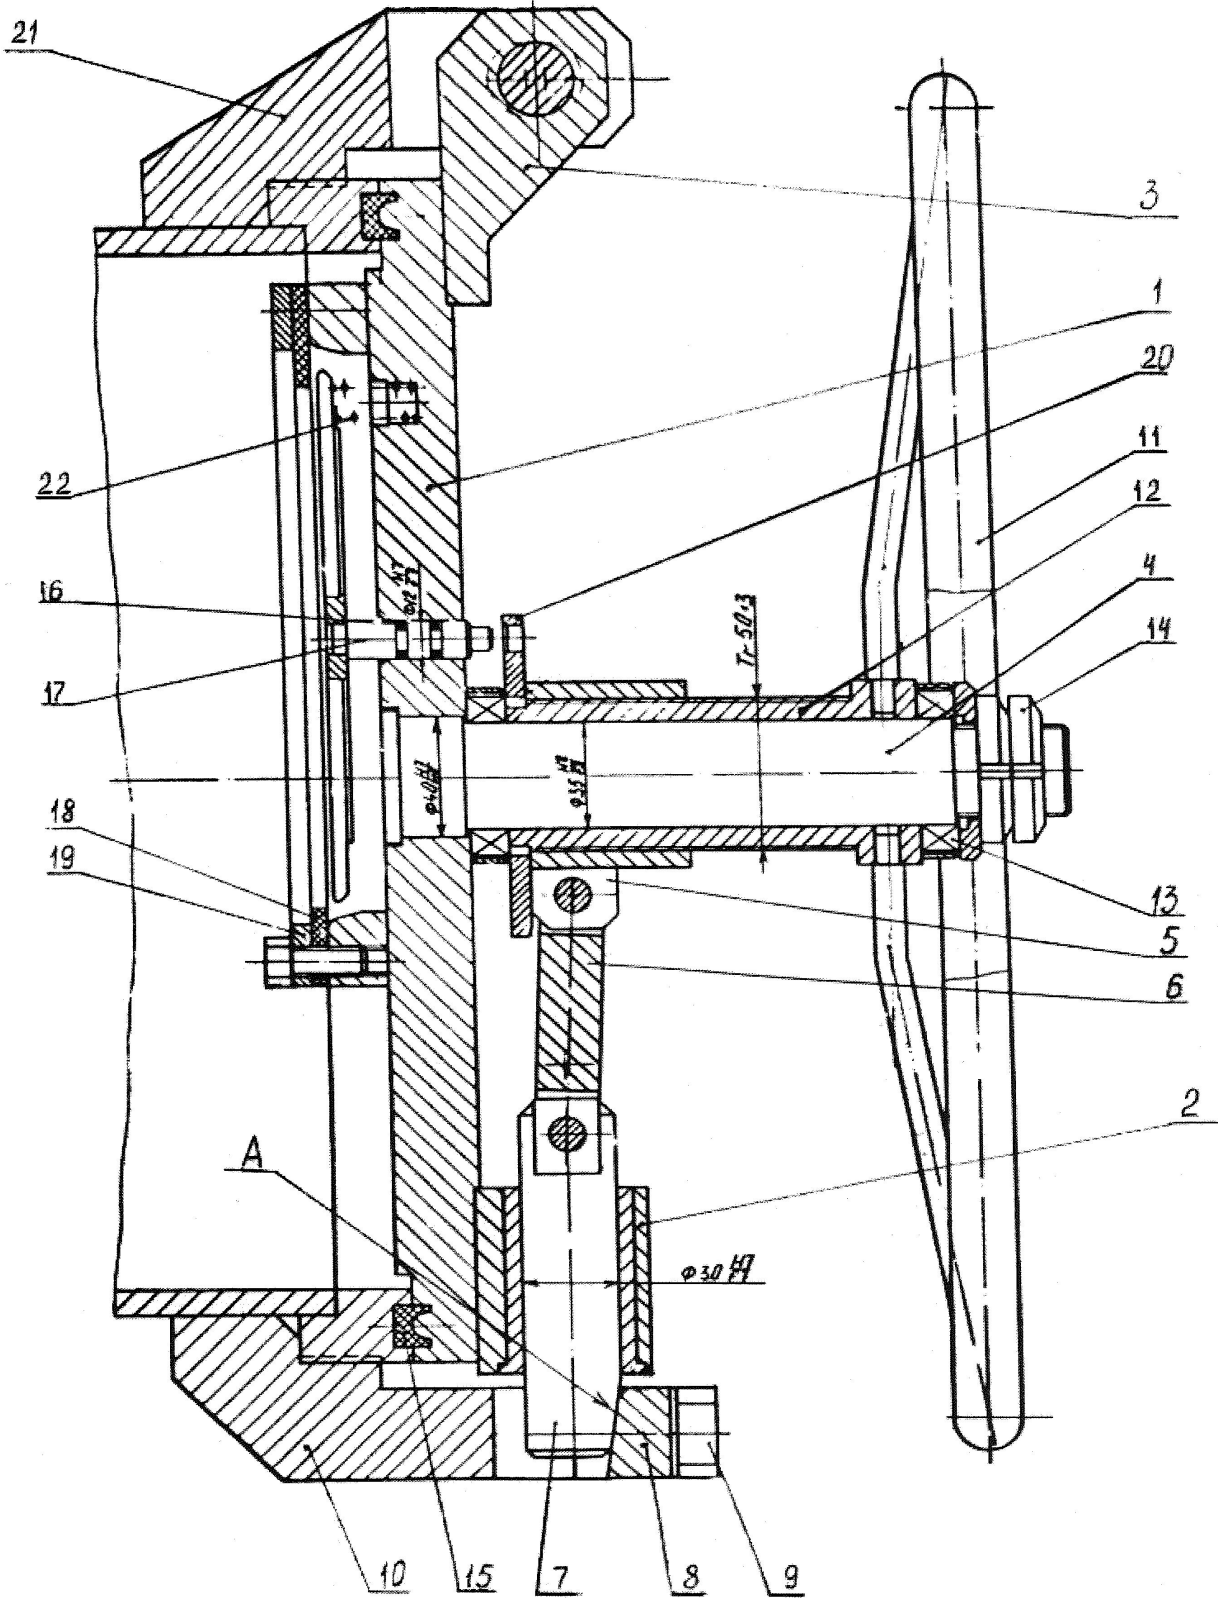

Рисунок 7.3 – Крышка.
7.4. Крышка (рис.7.3) состоит из корпуса 1 с уплотнителем 15, направляющих 2, проушины 3, оси 4, гайки 5 с которой шарнирно связаны серьги 6 и пальцы 7. Планки 8 закреплены болтами 9 и кронштейном 10 емкости. Штурвал 11 с винтом 12, посредством упорных подшипников 13 (тип 8207 ГОСТ 7872-89) и регулировочных гаек 14, установлены на ось 4. На внутренней стороне крышки монтируется предохранительный механизм состоящий из тарелки 16 со штоком 17, диафрагмы 18, прижимного кольца 19, фланца 20, установленного на шпонках на хвостовике винта 12. Крышка шарнирно закреплена проушиной к кронштейну 21. Для того чтобы закрыть крышку, ее следует повернуть на шарнире за штурвал и поджать к емкости. Вращая штурвал против часовой стрелки, переместить гайку 5 в сторону крышки. При этом, серьгами 6 перемещаются четыре пальца 8 по направляющим 2. Пальцы, войдя в контакт с планками 8, смещают по наклонной поверхности А крышку в сторону емкости и преодолевая сопротивление уплотнения 15, прижимают ее к фланцу емкости.